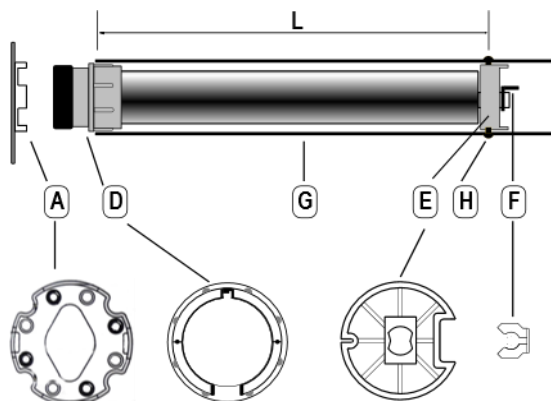

Abbildung 2.
1. der Einsatz des speziellen Mitnehmers, der mit dem Motor geliefert wird (Abbildung 2 – E),